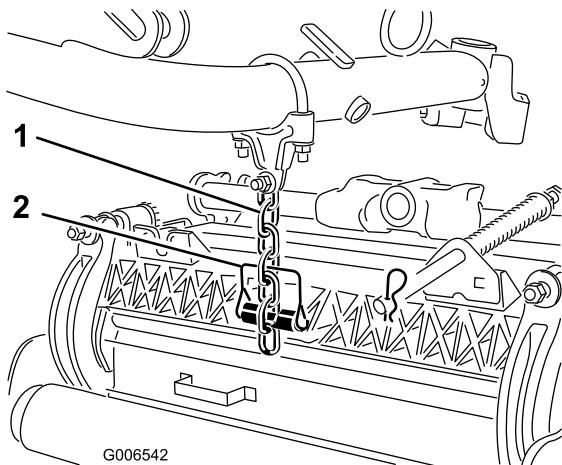

図18
7. スナッパピンを使って、昇降アームのチェーンをカッティングユニットのチェーンプラケット図18に、以下の手順で固定する。